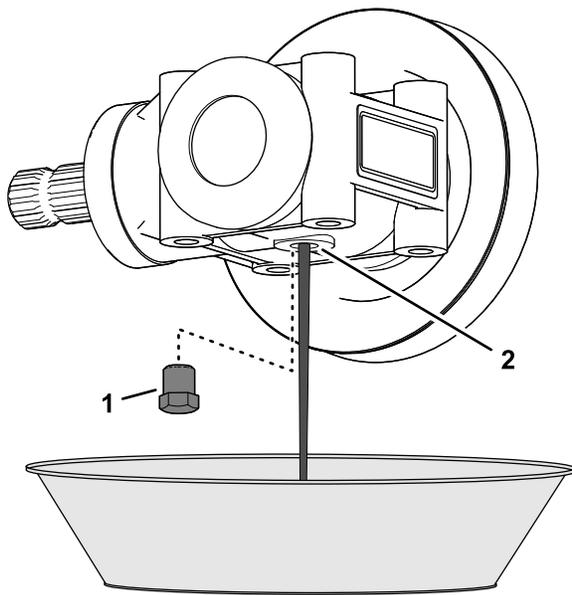

Figure 119
1. Retirez le bouchon de l'orifice dans le carter du boîtier d'engrenages du plateau de coupe (Figure 119).
2. Positionnez le boîtier d'engrenages au-dessus du bac de vidange et vidangez toute l'huile du boîtier (Figure 119).